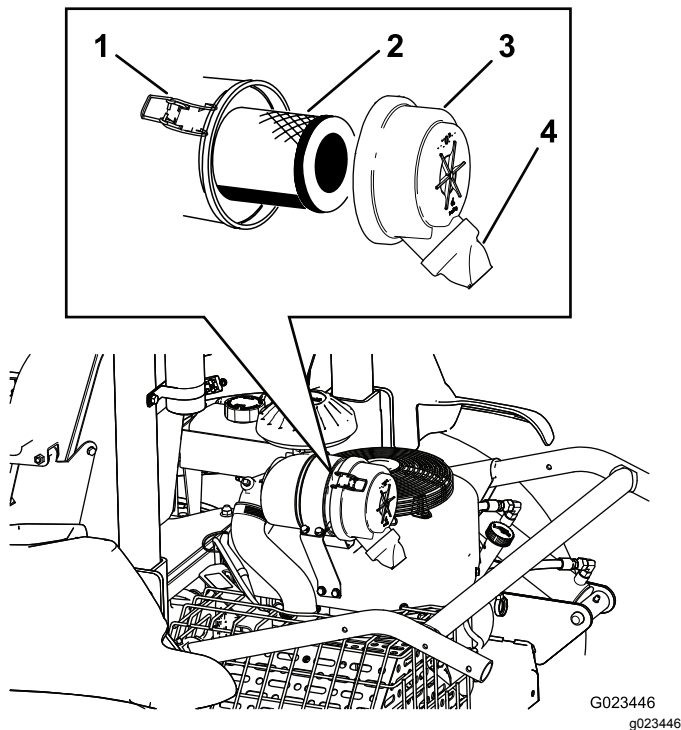

図 42
2. エアクリーナのカバーをボディーに固定しているラッチを外す(図 42)。